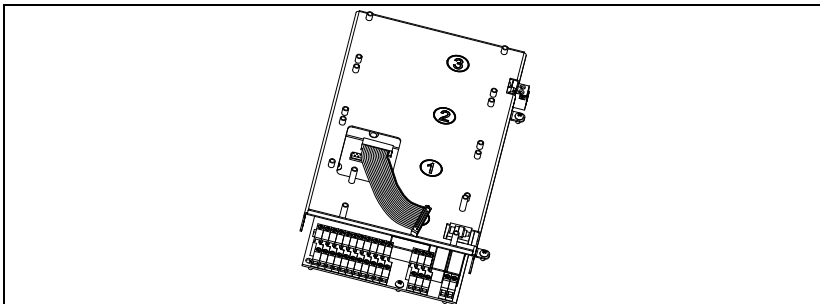

Abb. 30 An die Steuerplatine angeschlossenes Flachbandkabel.
1. Schließen Sie das 16-polige Flachbandkabel an den X5-Anschluss auf der Steuerplatine mit dem Kabel nach unten an, siehe Abb. 30.